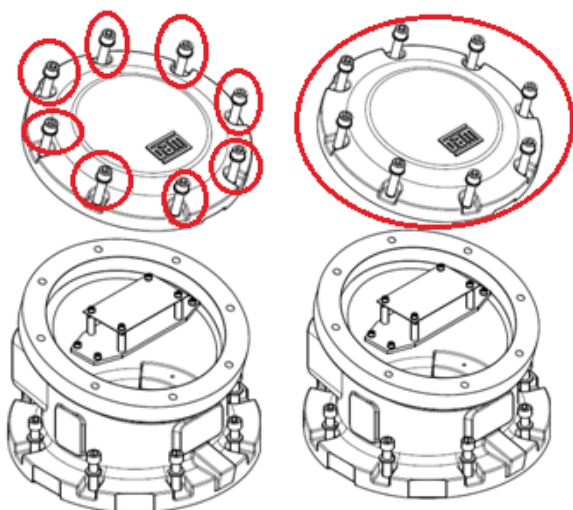

Рисунок 8-6 - Демонтаж крышки клеммной коробки
1. Открутите показанные ниже крепежные болты (см. Рисунок 8-6 слева) и отложите их в сторону для последующего использования.
2. Снимите крышку клеммной коробки (см. Рисунок 8-6 справа) и отложите ее в сторону для последующего использования.